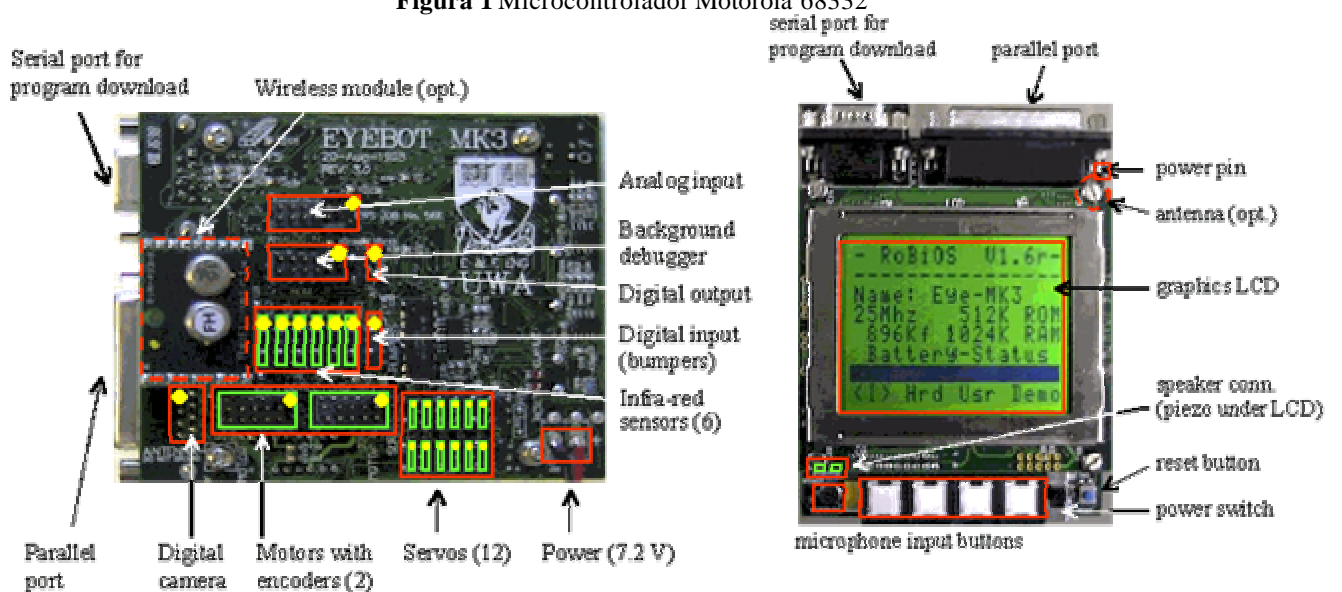

Figura 2. Descripción de los conectores de la tarjeta Eyebot
En la figura 2 se describen los conectores para los diferentes dispositivos. El pin marcado de amarillo en la figura corresponde al pin 1 del conector:
- El servo de orientación de cámara se conecta a la salida de servos S11 (ver figura 2)
1) Encenderemos el robot (interruptor situado al lado derecho de los botones (figura 2). La pantalla nos muestra la configuración del robot (figura 4.a). En la última fila tenemos el menú de opciones controlado por los cuatro botones. Pulsaremos el botón **Hrd**. Se nos mostrará la siguiente pantalla (figura 4.b). Pulsaremos el botón **HDT** y accederemos a la configuración del hardware del robot (figura 4.c)